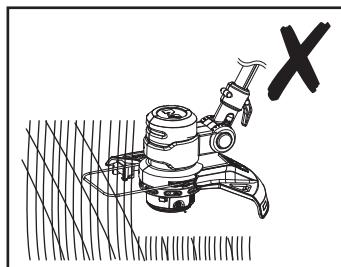
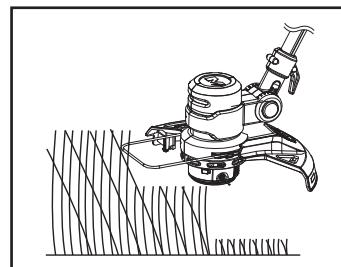

Fig. 16
Fig. 17
- Certifique-se de que o dispositivo de corte permanece limpo e livre de cortes que possam causar o seu encravamento. Verifique regularmente. Solte o interruptor para ligar/desligar (2) e desligue o produto da fonte de alimentação antes de verificar.
- Apare a relva mais alta por fases; não corte relva alta com um só corte (Fig. 16). Para obter os melhores resultados, corte a relva mais alta por fases (Fig. 17).